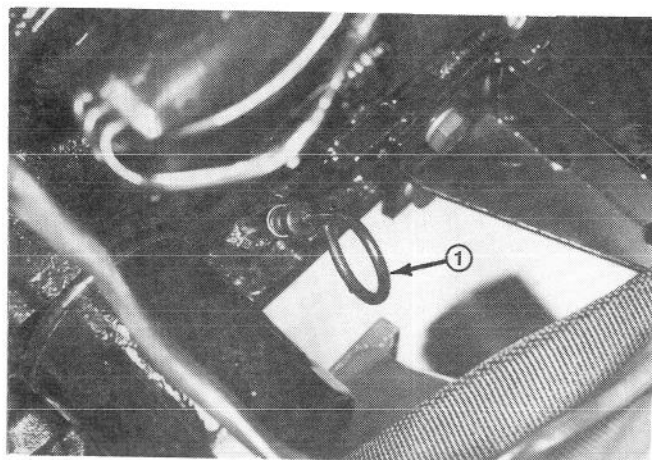
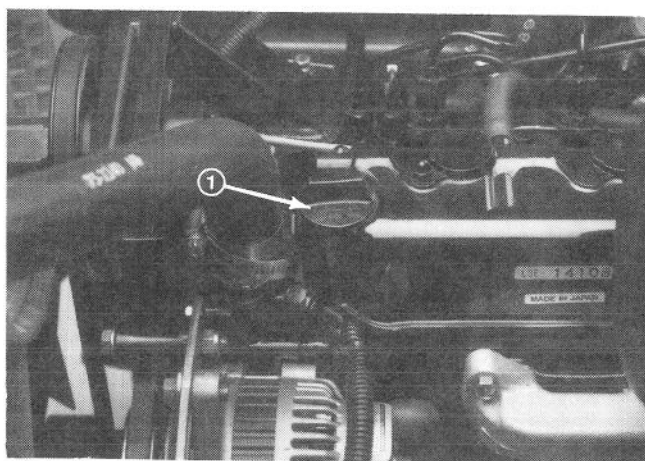

Fig. 7
Fig. 8
2. Tag målepinden (Fig. 7) ud. Tør enden af med en ren klud. Stik målepinden helt ned i hullet. Tag den så ud igen og kontrollér oliestanden. Hvis oliestanden er lav, tag påfyldningsdækslet af (Fig. 8) og fyld SAE 10W-30 CD olie på, indtil olien står op FULL (fuld) mærket på målepinden. FYLD IKKE FOR MEGET PÅ. Se skemaet med specifikation for olie og andre væsker på side DA-21.